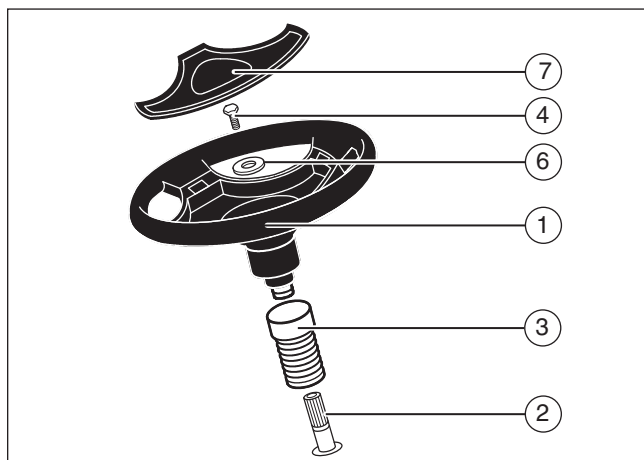

Figure 3
2. Faites glisser le couvercle (3) sur la colonne de direction (2) (Figure 3). Assurez-vous que le collier du du couvercle soit au dessus.
3. Faites glisser le volant (1) sur la colonne de direction.
4. Fixez le volant à la colonne de direction à l'aide de la vis (4) et de la rondelle (6).
5. Certains modèles disposent d'une étiquette (7) en option, se trouvant dans le sac des pièces détachées. Attachez-le au centre du volant.